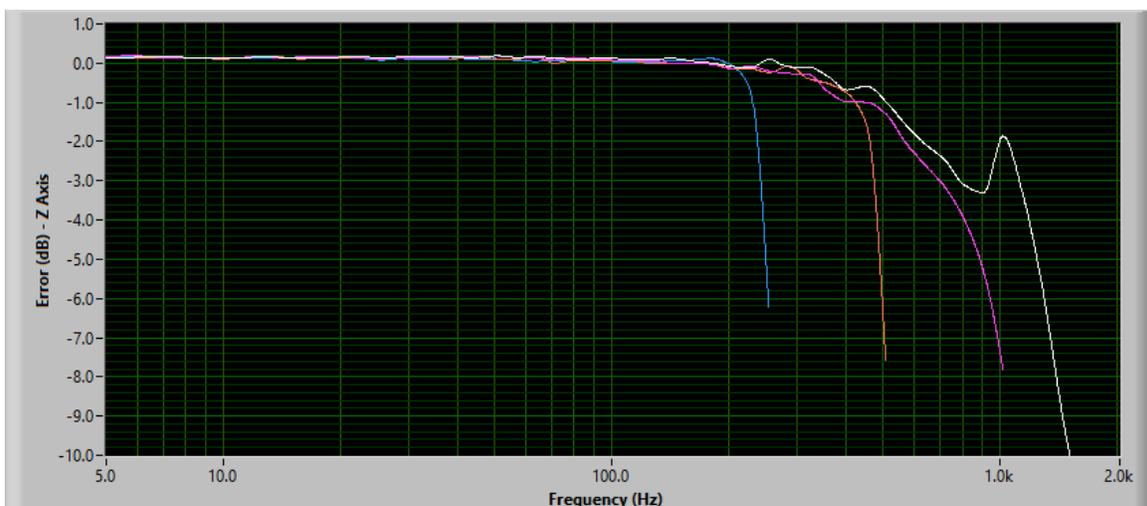

Figure 1 Axe Z
*Figure 1* montre la réponse du capteur de l'accéléromètre et de sa chaîne d'acquisition, le long de l'axe Z, à des fréquences d'échantillonnage de 4000 Hz (blanc), 2000 Hz (violet), 1000 Hz (orange) et 500 Hz (bleu). Les courbes montrent la réponse de l'axe Z, mais les axes X et Y sont très similaires.